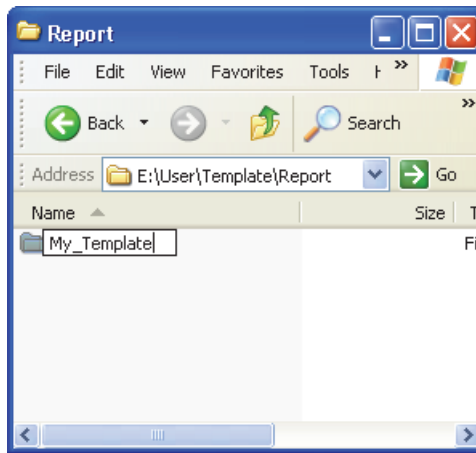

Figura 7-5 Ruta de destino para los archivos de informes personalizados
4. Cambie el nombre de la carpeta \User\Template\Report\Complete\, que acaba de copiar, y seleccione un nombre de su preferencia (en el ejemplo mostrado en la Figura 7-5 en la página 207 se determina el nombre My_Template).